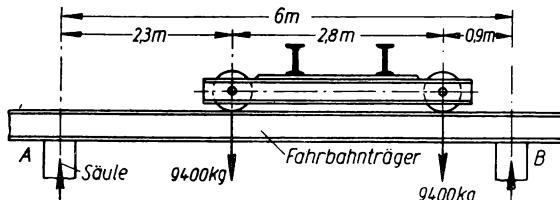

Bild 150
- 284.** Die beiden Laufräder am Kopfende eines Laufkrans haben 2,8 m Mittendistanz und üben je 9400 kg Raddruck auf den Fahrbahnträger aus (Bild 150). Letzterer ist in Abständen von 6 m auf Säulen gelagert. Welche senkrechten Belastungen übt der Laufkran in der gezeichneten Stellung auf die Säulen A und B aus?